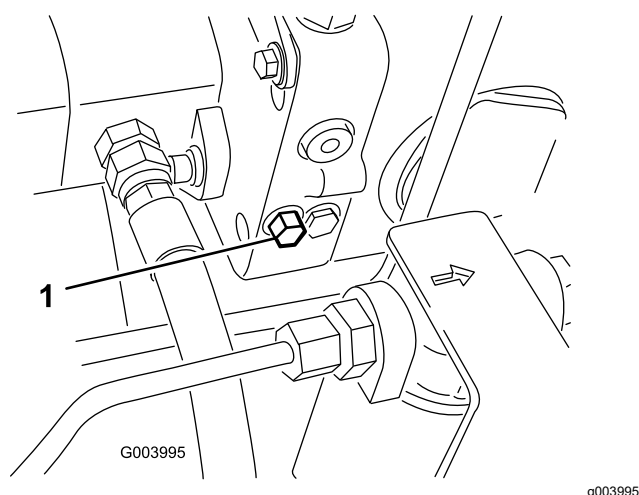

Figura 62
1. Localice la válvula de desvío a la izquierda del hidrostato (Figura 62).